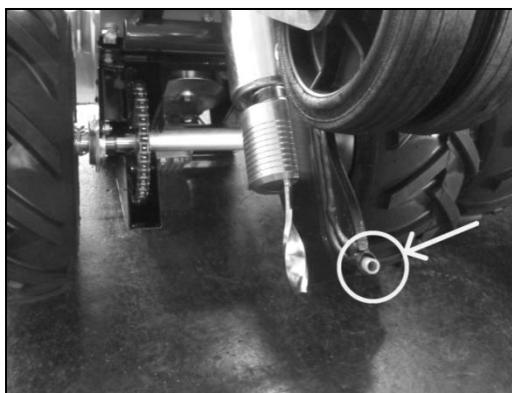

fig. 2
- Verifique a integridade do orifício de saída do cabo delimitador do guia de cabo (alimentação) (fig. 2). Em particular, verifique a integridade do tubo flexível no interior do guia de cabo. Caso se verifiquem quaisquer danos, é necessário substituir o respetivo tubo. Verifique também se existem cortes no contorno do orifício do guia de cabo ou arestas recortadas ou afiadas. Se estiver danificado, substitua o guia de cabo.